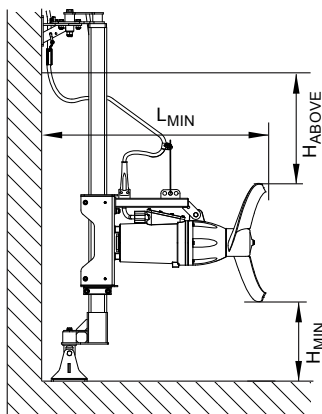

Рис. 3 Схема размещения мешалок
- Расстояние между краем лопасти пропеллера и дном резервуара, H_{MIN} на рис. 3, должно равняться половине диаметра пропеллера.
- **SMG:** Расстояние от края лопасти пропеллера до поверхности жидкости, H_{ABOVE} на рис. 3, должно быть не менее диаметра пропеллера.
- **SMD:** Расстояние от края лопасти пропеллера до поверхности жидкости, H_{ABOVE} на рис. 3 должно составлять не менее 1,5 диаметра пропеллера.
- Расстояние между краем лопасти пропеллера и стенкой позади мешалки, L_{MIN} на рис. 3, должно составлять не менее 1,4 диаметра пропеллера.